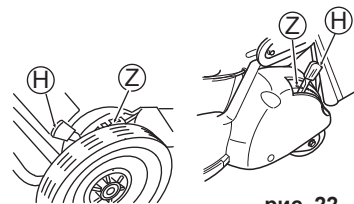

рис. 22
2. Переведите рычаг регулировки высоты (H) в направлении колеса, выводя его из зацепления (Z). (См.Рис. 22 и 23).